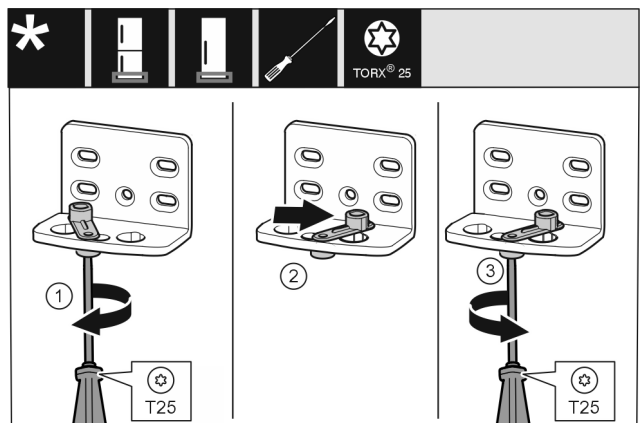

Fig. 14
- ▶ Skru løs skruen med skrutrekker T25. Fig. 14 (1)
- ▶ Løft dørlåshjelpen, og dreid den 90° mot høyre inn i boringen. Fig. 14 (2)
- ▶ Stram skruen med skrutrekker T25. Fig. 14 (3)